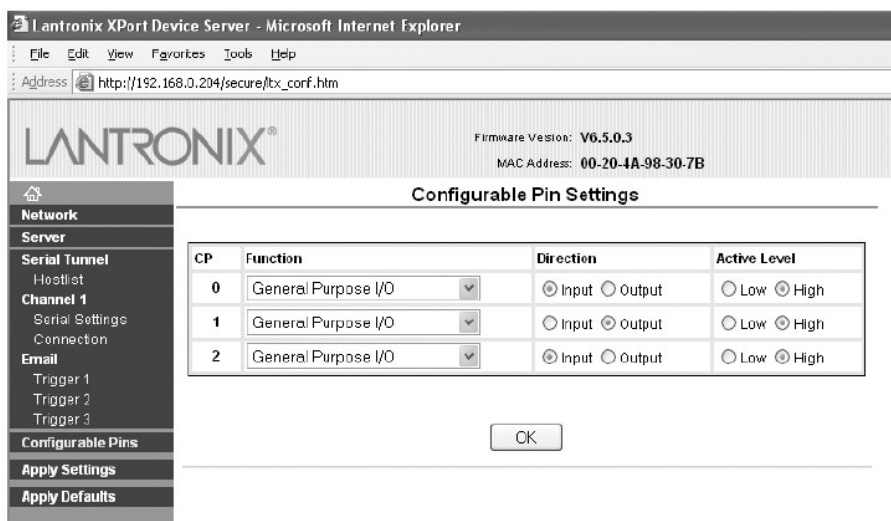

Рисунок 7-14: Экран Configurable Pins
10. Для завершения настройки выберите в меню слева раздел **Configurable Pins (Настраиваемые контакты)**. Проверьте что в колонках **Direction (Направление)** и **Active Level (Активный уровень)** указаны значения **Output (Выход)** и **High (Высокий)** соответственно (см. рисунок 7-14).